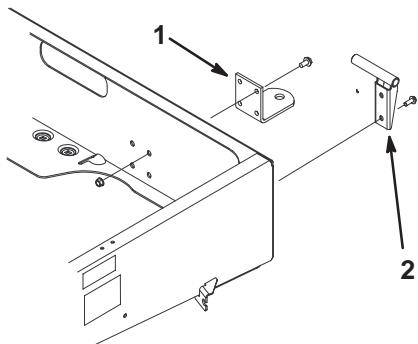

Figura 7
2. Monte o apoio da articulação da mão esquerda no canto esquerdo traseiro do chassis com 2 parafusos de cabeça flangeada (3/8 x 1 pol.). Colocar o apoio, tal como exemplificado na Figura 7.